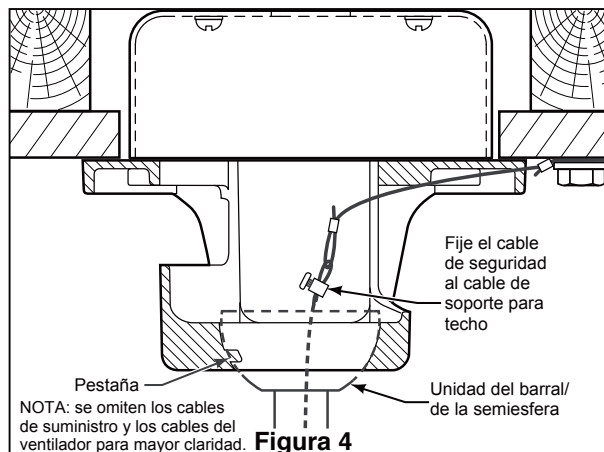

Figura 4
4. Coloque el soporte de la varilla y alinee los orificios de la clavija de horquilla en ambas piezas. Instale la clavija de horquilla y asegúrela con la pinza de horquilla. Instale los set de tornillos con tuercas en el soporte de la varilla. Fije con seguridad el set de tornillos con el destornillador y luego fije bien las tuercas con una llave hexagonal. (Figura 4)
4. Levante cuidadosamente el ventilador y coloque el ensamble de la bola para colgar/varilla en la abrazadera para colgar que acaba de fijar a la caja de salida. Asegúrese de que la ranura de la bola esté alineada con la lengüeta de la abrazadera para colgar. (Figura 4)
5. Fije el cable de seguridad al cable de soporte para techo. Deslice la abrazadera de cables por el cable de seguridad (del ventilador). Pase el extremo del cable a través del aro que forma el cable de soporte para techo. Tire lo más posible del cable a través del aro. Inserte el extremo del cable en el orificio de la abrazadera y ajuste firmemente el tornillo. (Figura 4)
3. Una vez realizadas las conexiones, gire los conductores hacia arriba y, con cuidado, colóquelos dentro de la caja de salida; con los conductores blancos y verdes hacia un lado y los conductores negros hacia el otro. (Figura 4)
4. Para su uso con el kit de iluminación (A). Instale el conector de 2 clavijas desde kit LED conexión a la unidad del motor. (Figura 4)